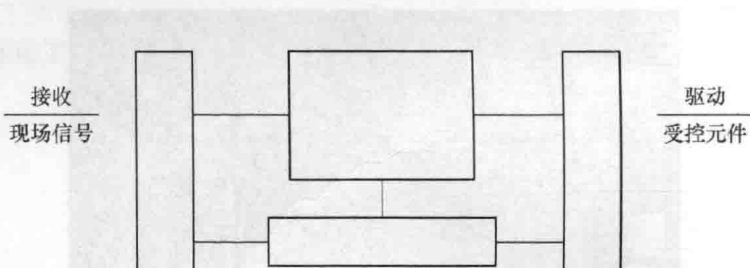

图 1-3 PLC 基本结构框图
(4) 指出本实训室 PLC 的类型及型号含义。
(5) 通过网络查阅资料, 将下面的 PLC 基本结构框图(图 1-3)填写完整, 并简述各功能模块的作用。